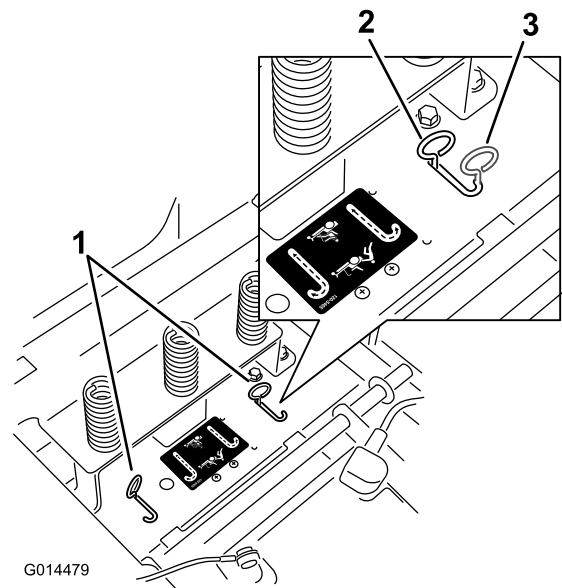

Figura 23
4. Spostate le leve by-pass in avanti e poi all'esterno per bloccarle in posizione come riportato in Figura 23, per disinserire i motori delle ruote. Ripetete l'operazione per ciascuna leva.
Spostate le leve by-pass verso l'interno e spingetele all'indietro, nella scanalatura orizzontale (Figura 23) per innestare i motori della ruota.